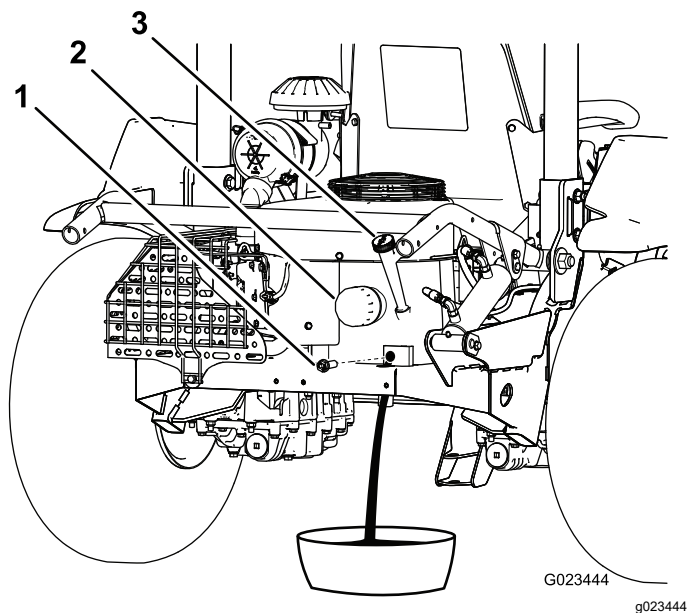

Figura 37
3. Retire el tapón de vaciado (Figura 37) y deje que el aceite se drene en un recipiente apropiado. Cuando el aceite deje de fluir, coloque el tapón de vaciado.